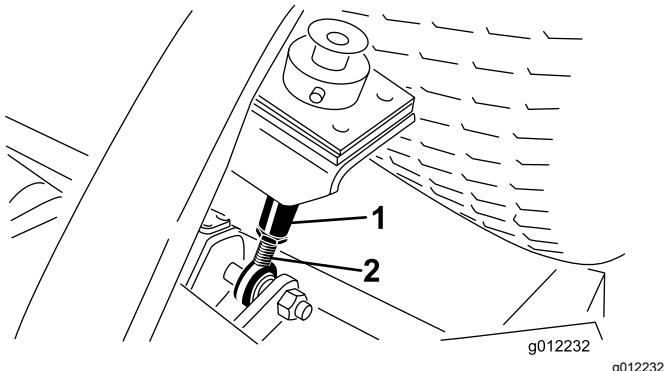

Figura 12
8. Desaperte as porcas de retenção na parte inferior das barras da altura de corte (Figura 12)